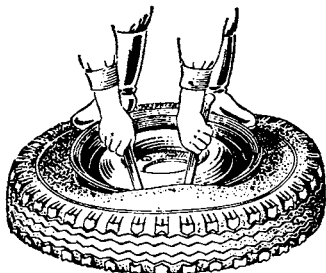

Рис. 85. Снятие наружного борта шины с обода колеса
2. Заправьте часть борта шины со стороны, противоположной вентилю, в среднюю глубокую часть обода, а затем монтажными лопатками перекиньте борт шины через обод, начав операцию у вентиля (рис. 85).